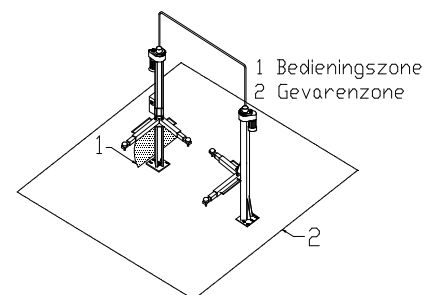
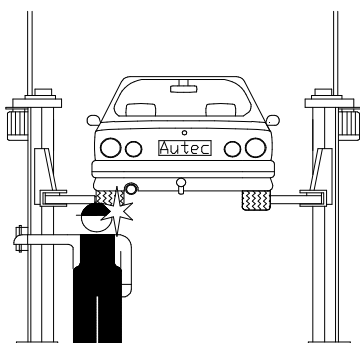

Fig.6
Fig.11
De veiligheidszone (Fig.6) wordt bepaald door de afmetingen van het voertuig.
Tijdens stijg- en daalbewegingen moet de bediener zich in de bedieningszone (1) bevinden, zoals aangegeven in Fig.6. De aanwezigheid van personen in de gevaarszone (2) is ten strengste verboden. De aanwezigheid van personen onder het voertuig is alleen toegestaan als het voertuig geparkeerd is in de geheven stand.
Dit is mogelijk als de bediener niet op de aangewezen positie bij de bedieningskast staat, als de hefbrug met voertuig daalt is het de bediener niet toegestaan om gedeeltelijk of helemaal onder het dalend object te staan. Tijdens deze fase moet de bediener in de bedieningszone staan. (Fig.11 + Fig.6)